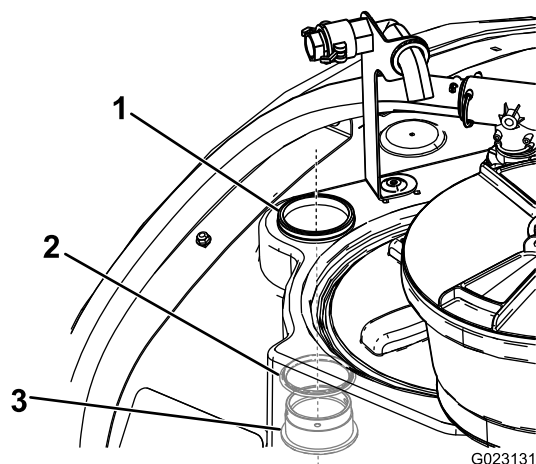

Figure 15
- De l'intérieur de la cuve, passez la traversée et le joint torique à travers l'ouverture découpée (Figure 15).